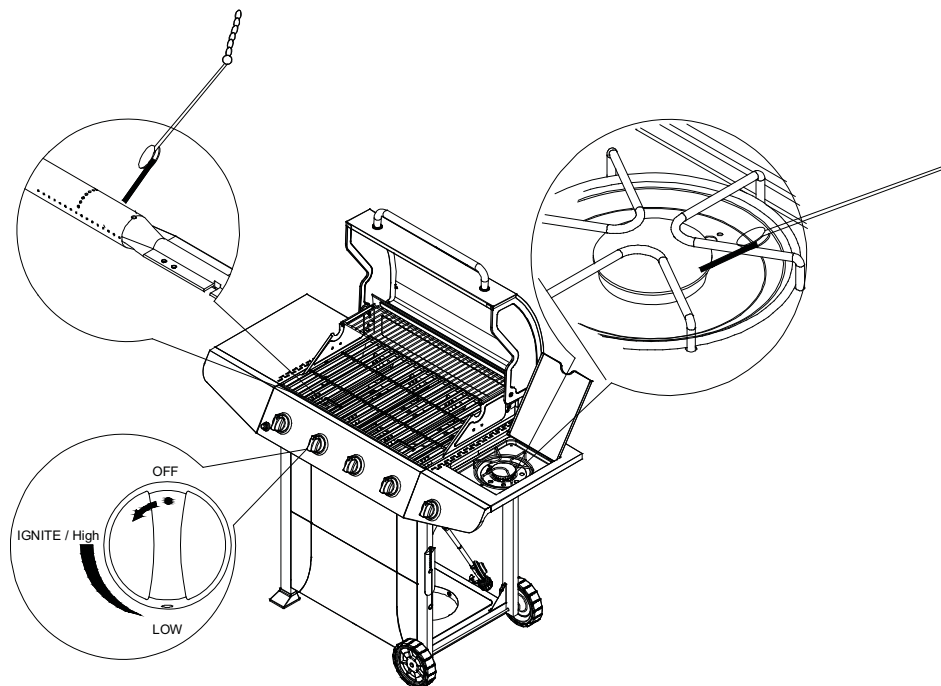

Fig. 26 Ilustración de encendido con fósforos/cerillas/papel
4. Fije la cerilla o papel con la presilla (Fig. 26), encienda la cerilla y colóquela cerca de los puertos del quemador; empuje y gire la perilla hacia a la izquierda a la posición "HIGH" (alto).